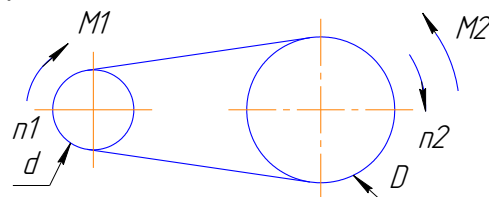

Рис. 4
4. В ременной передаче (рис. 4) с клиновым ремнем определить:  $D$  – расчетный диаметр большего шкива,  $M_1$  – момент на валу меньшего ведущего шкива диаметром  $d=100 \text{ мм}$ .  $U=3$  – передаточное число передачи,  $n_1=900 \text{ об/мин}$ ,  $M_2=10 \text{ Нм}$ .